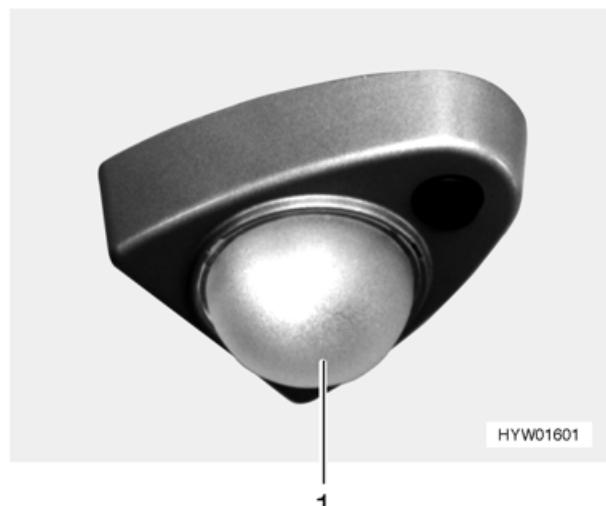

Bild 101 Spotleuchte (Variante 1)
- Das Leuchtenglas (Bild 101,1) mit zwei Fingern im Uhrzeigersinn drehen.